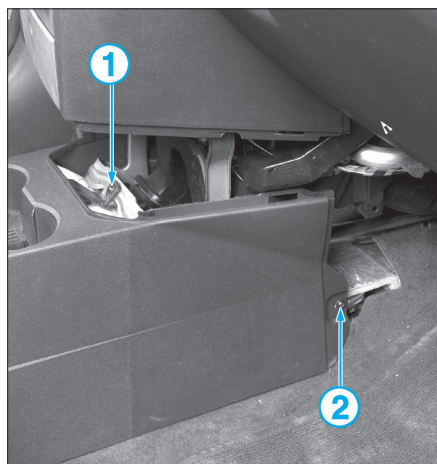

FIG. 3
- la vis centrale avant (1) et les deux vis de fixation avant latérales (2) (Fig.3).